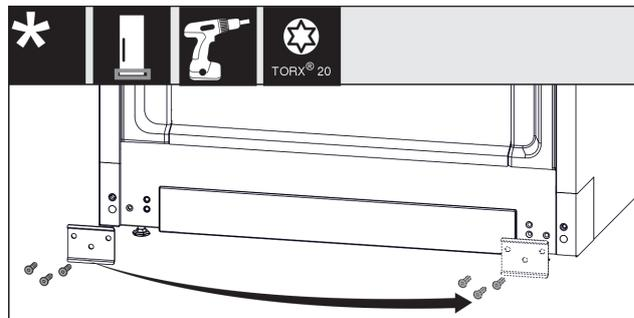

Fig. 13
- ▶ Dévisser la plaque, la placer de l'autre côté et la revisser. *Fig. 13 (1)*